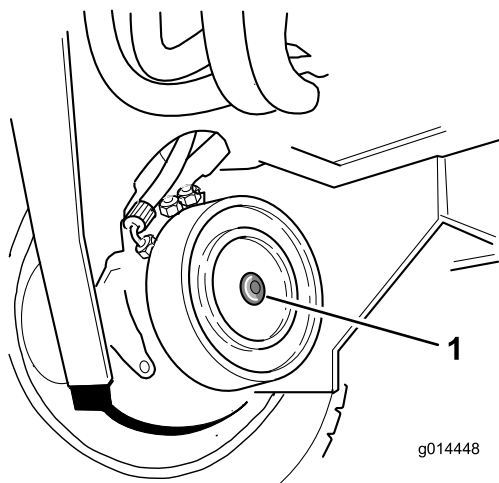

Bild 45
2. Ermitteln Sie die rechte Vorderradscheibenbremse und entfernen Sie die Sechskantschraube (Bild 45).